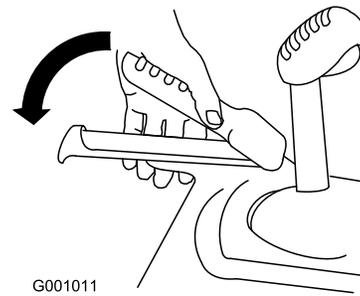

Bild 19
3. Drücken Sie den linken Hebel (Fahrtrieb) zum Handgriff (Bild 19).
6. Drücken Sie den linken Hebel (Fahrtrieb) zum Handgriff (Bild 19).